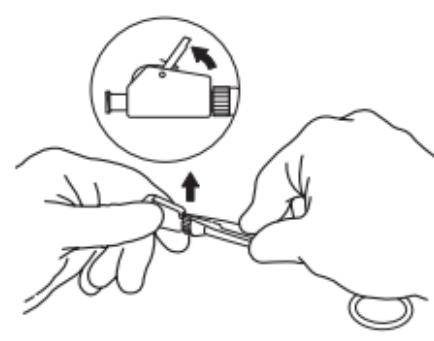

Fig. 4
- b. Far leva verso l'alto in modo da liberare la leva della camma di chiusura (**Fig. 4**)